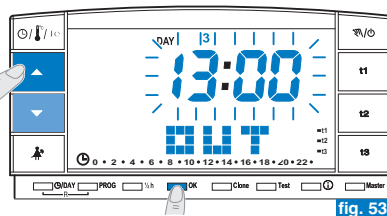

fig. 53
- Con i tasti ▲▼ impostare l'ora in cui si intende attivare il programma Holiday (lasciare l'abitazione); confermare premendo il tasto **OK** (fig. 53).